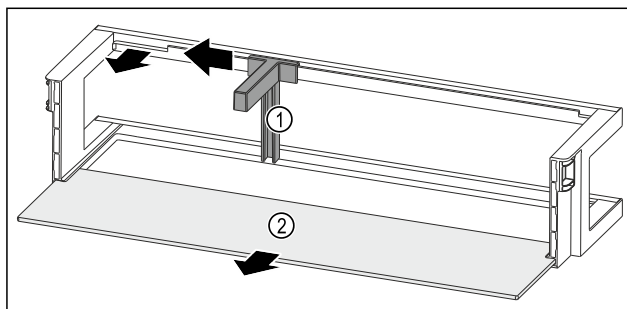

Fig. 126 Дверная полка с держателем для бутылок и съемной полкой
- ▶ Сместите держатель для бутылок Fig. 126 (1) до выемки в сторону.
- ▶ Извлеките держатель для бутылок Fig. 126 (1).
- ▶ Извлеките съемную полку Fig. 126 (2).